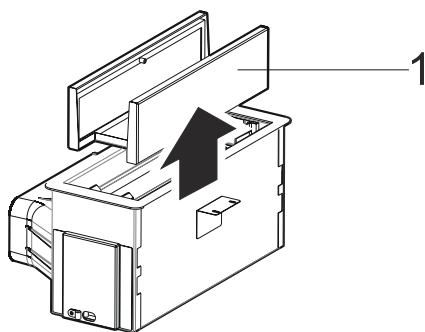

Fig. 4
2. ➡ Ta bort behållaren (Fig. 4).